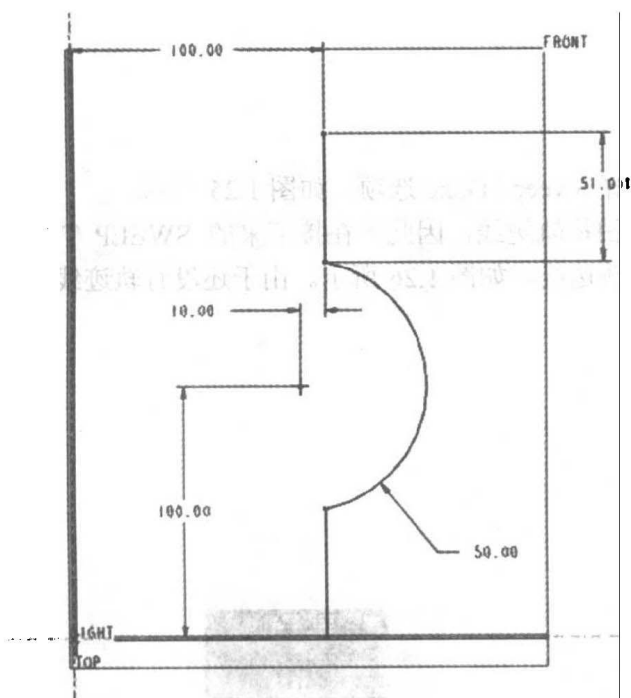

图 1.21 旋转曲面的截面草图
- (5) 单击工具栏中的修剪按钮，修剪多余的线段。最后得到的旋转曲面的截面草图如图 1.21 所示。